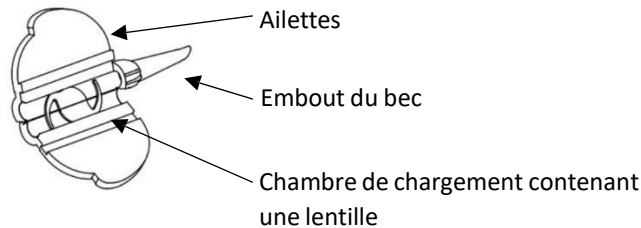

Fig. 1
6. Maintenir les ailettes de la cartouche en position ouverte, centrer la LIO et pousser la lentille doucement vers le bas à l'aide d'une pince et en vous assurant que le bord de l'optique est bien placé sous le bord de la chambre de chargement, comme montré dans la Fig.1.